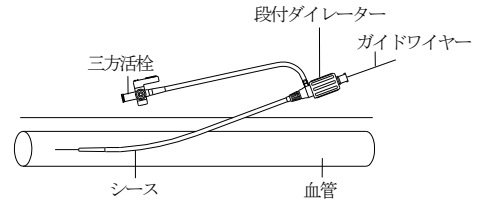

図3
- 一体化したシース・段付ダイレーターを、外部に出ているガイドワイヤーを通して、できるだけ皮膚と平行になるようにして血管内に挿入する (図3参照)。